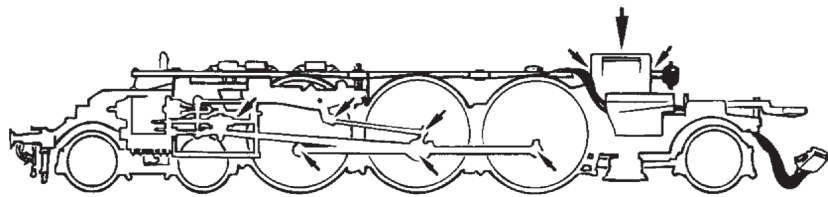

Fig. 10
5. Kohlebürstenwechsel: Tendergehäuse abnehmen (Fig. 7). Danach wird der **Motor ausgebaut** und die **Kohlebürsten ausgewechselt** (Fig. 10).
5. Carbon Brush Changing: First remove tender body (fig. 7), and then the motor (fig. 10).
Démontez la caisse du tender (voir fig. 7). Sortez ensuite le moteur de son longement (voir fig. 10) et échangez finalement le balais.